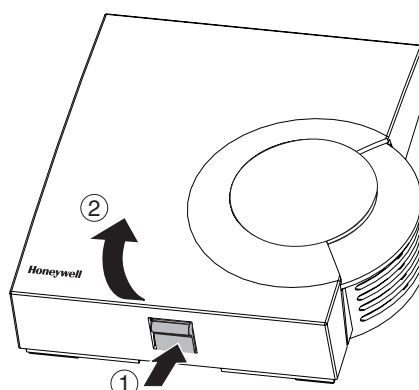

Figure 1: Enlever le couvercle du boîtier
- ▶ Enlevez le couvercle du boîtier de la sonde de température ambiante (voir Figure 1).
- Enlevez le couvercle du boîtier (voir Figure 1, Page 11).
- Enlevez le couvercle du boîtier du HCW 82 (voir Figure 1, Page 11).